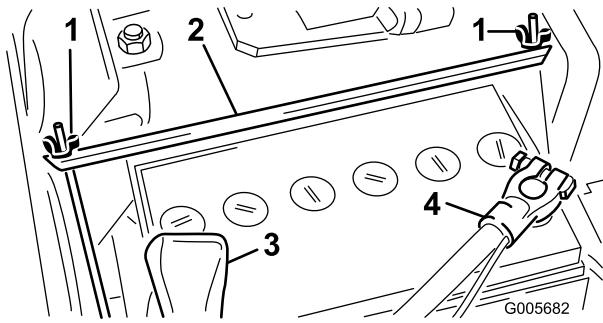
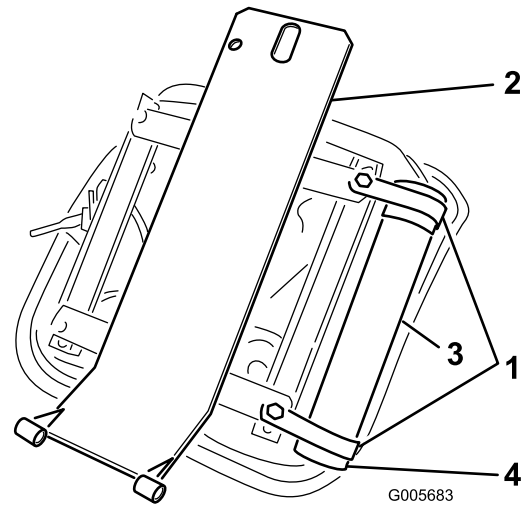

Bild 6
Bild 7
2. Nehmen Sie die beiden Flügelmuttern und das Befestigungsband ab, mit denen die Batterie befestigt ist (Bild 6). Heben Sie die Batterie aus dem Chassis heraus. Bewahren Sie die Flügelmuttern und das Befestigungsband für eine spätere Verwendung an einem sicheren Ort auf.
1. Befestigen Sie die zwei R-Schellen lose mit zwei Kopfschrauben und Flachscheiben (liegen dem Sitz bei) an der rechten Seite des Sitzes (Bild 6). Setzen Sie das manuelle Rohr in die R-Schellen ein und ziehen Sie die Klemmmuttern fest (Bild 7).